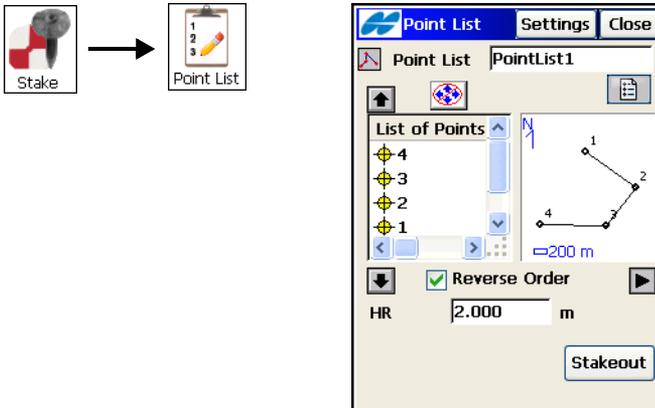

Abbildung 9-14. Abstecken von Punktlisten
1. Um die Punkte einer Punktliste abzustecken, wählen Sie **Abst ▶ Punktliste** (Abbildung 9-14 auf Seite 9-11).
2. Wählen Sie im Fenster **Absteck. Punktliste** eine Punktliste aus und legen Sie die Antennenparameter (GPS-Modus) fest: Höhe des Antennenreferenzpunktes (ARP) über dem Punkt sowie Höhenmessmethode. Im TS-Modus geben Sie die Zielhöhe ein. Um die Punktliste vom Ende zum Anfang abzustecken, aktivieren Sie das Kontrollkästchen *Reihenf. umkehren*. Mit den Pfeiltasten können Sie die Absteckreihenfolge ändern. Tippen Sie auf **Abstecken** (Abbildung 9-14 auf Seite 9-11).